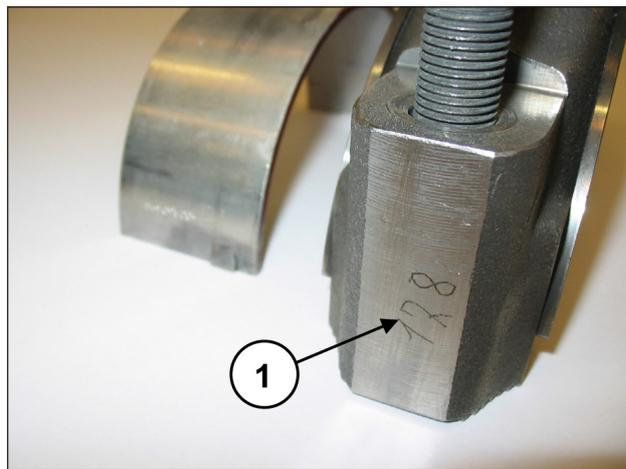
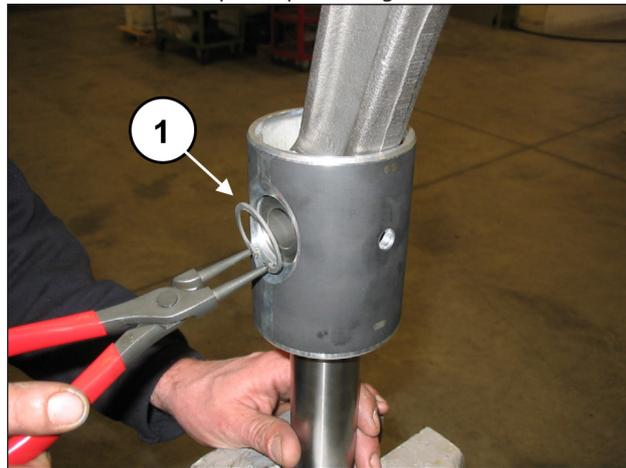
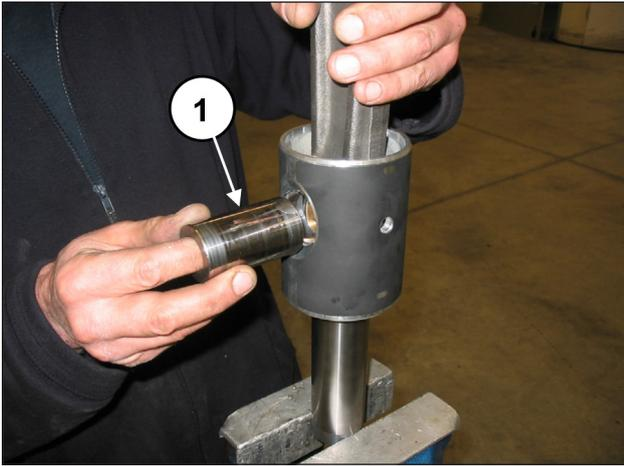
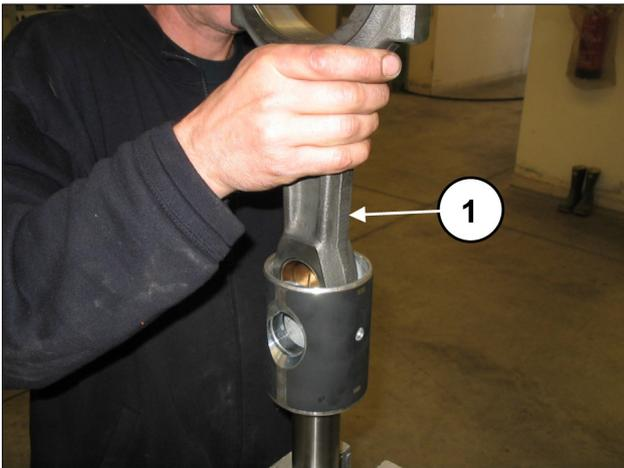

Fig. 43
Fig. 44
Fig. 45
Fig. 46
Acople as semi-hastes aos chapéus anteriormente desmontados, fazendo referência à numeração (pos. ①, Fig. 43).
Remova os dois anéis elásticos de bloqueio do pino, usando uma ferramenta adequada (pos. ①, Fig. 44).
Solte o pino (pos. ①, Fig. 45) e forneça a extração da haste (pos. ①, Fig. 46).
Insira a haste na guia do pistão (pos. ①, Fig. 46) e, em seguida, insira o pino (pos. ①, Fig. 45). Aplique os dois anéis elásticos do ombro com a ferramenta adequada (pos. ①, Fig. 44). Separe os chapéus das semi-hastes. O acoplamento correto será garantido pela numeração colocada em um lado (pos. ①, Fig. 43).